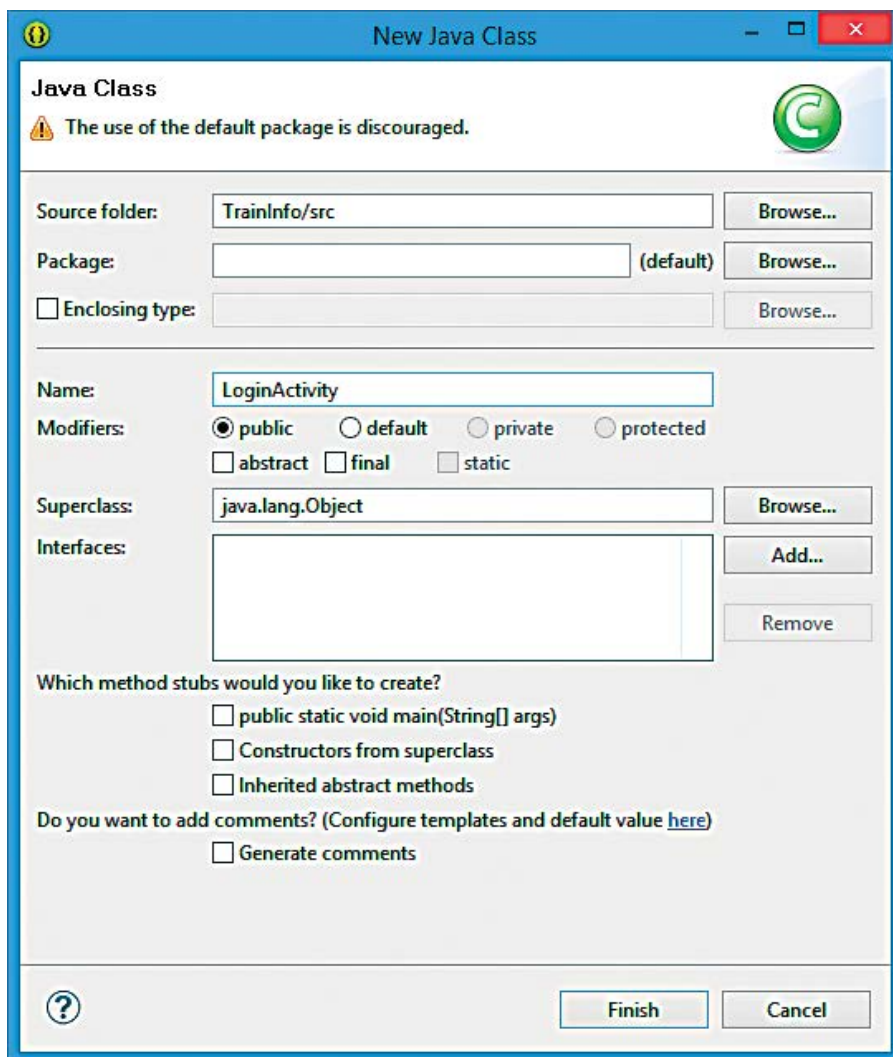

Abb. 6 Der Assistent erzeugt die Klasse für eine neue Activity mit wenigen Klicks.
- ableiten. Am einfachsten ist dieses zu erreichen, indem man in Eclipse mit Strg+N das Dialogfeld zur Klassendefinition aufruft (Abbildung 6). Die Datei der Klasse wird im Ordner des Projektes im Ordner \src abgelegt.